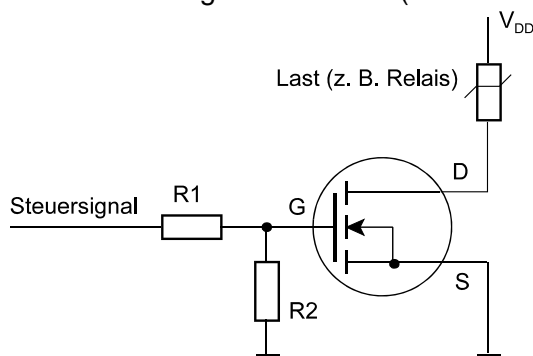

Abb. 5
5. Die Schaltstufe von Abb. 5 ist an einen Mikrocontroller angeschlossen. Der High-Pegel soll ausreichen, der Low-Pegel beträgt praktisch 0 V. Wozu sind dann die Widerstände R1 und R2 gut? (Bitte kurz erläutern.)
Z4. Wir betrachten nochmals Abb. 5. In welcher Größenordnung (ganz roh) liegen die Widerstandswerte?